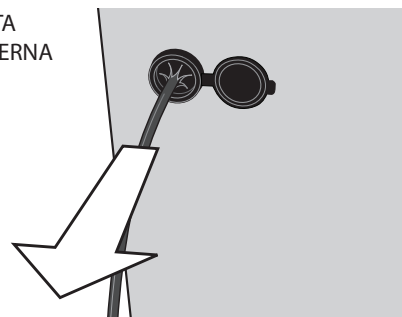

Figura 3
- Luego de retirar el obturador, inserte la arandela de goma Power Pass™. NO pase el cable de extensión a través del orificio si no se ha colocado la arandela de goma (vea la figura 3).
4. Cuando pase los cables hacia la caja, asegúrese siempre de entrar a la misma desde la parte de atrás. Después que el cabezal del cable esté en su sitio, retroceda de 2 a 3 pulg. para asegurarse de que los sellos de estrella de estanqueidad queden hacia el exterior de la caja (figura 3). Nunca empuje el cable desde el interior de la caja de modo que las puntas del enchufe de acoplamiento queden expuestas a la intemperie.